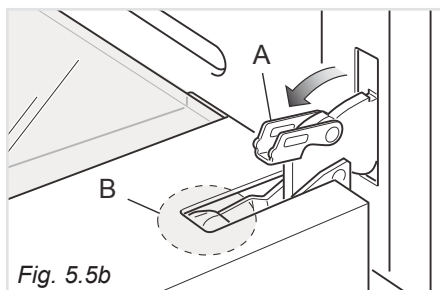
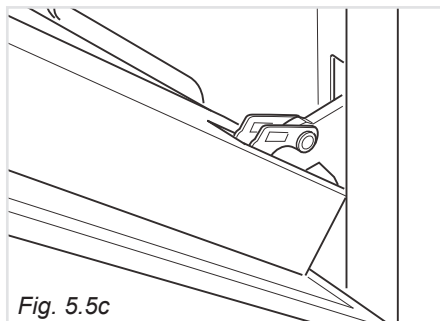

Fig. 5.5b
Fig. 5.5c
- Aprire completamente la leva "A" delle cerniere destra e sinistra (fig. 5.5b).
- Socchiudere dolcemente la porta (fig. 5.5c) fino a quando le leve "A" delle cerniere destra e sinistra si agganciano alla parte "B" della porta (fig. 5.5b).
- Aprire completamente la leva “A” delle cerniere destra e sinistra (fig. 5.5b).
- Socchiudere dolcemente la porta (fig. 5.5c) fino a quando le leve “A” delle cerniere destra e sinistra si agganciano alla parte “B” della porta (fig. 5.5b).